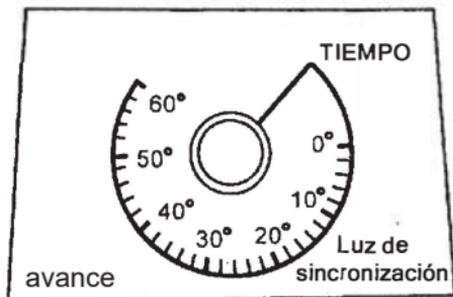

Figura 3
1. Coloque el mando en la posición "sincronización" como en la figura 3.